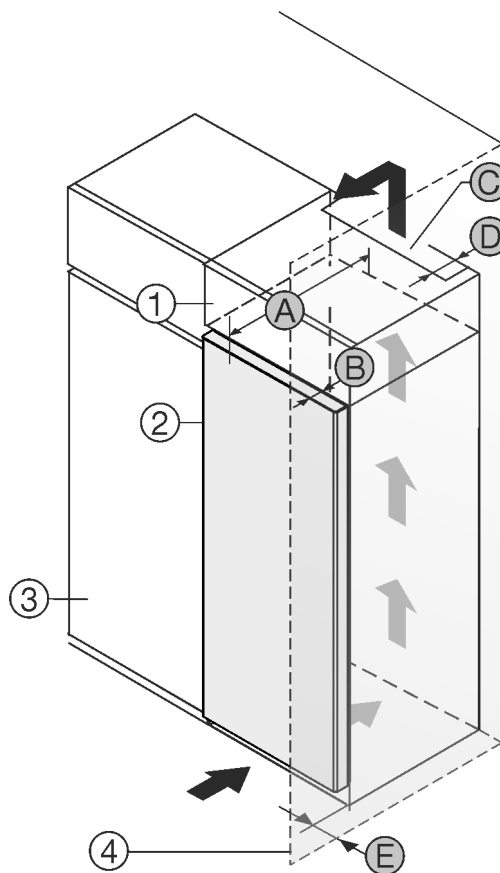

Fig. 1
A készülék közvetlenül a konyhaszekrény Fig. 1 (3) mellé állítható.*
A rátétszekrény hátoldalán egy megadott mélységű Fig. 1 (D) szellőzőaknákat kell kialakítani a rátétszekrény teljes szélességében.*
A mennyezet alatt be kell tartani a szellőző keresztmetszetet Fig. 1 (C).*
Ha a készüléket a zsanérjaival a fal Fig. 1 (4) mellé állítja fel, legalább 13 mm távolságot kell tartani a faltól.*
Ahhoz, hogy az ajtót teljesen ki tudja nyitni, a készüléknek a konyhaszekrény elülső oldalához képest legalább az ajtó mélységének *Fig. 1 (B)* megfelelően ki kell állnia. A konyhaszekrények *Fig. 1 (3)* mélységétől és a fali távtartók használatától függően a készülék nagyobb mértékben is túllóghat előre felé.*